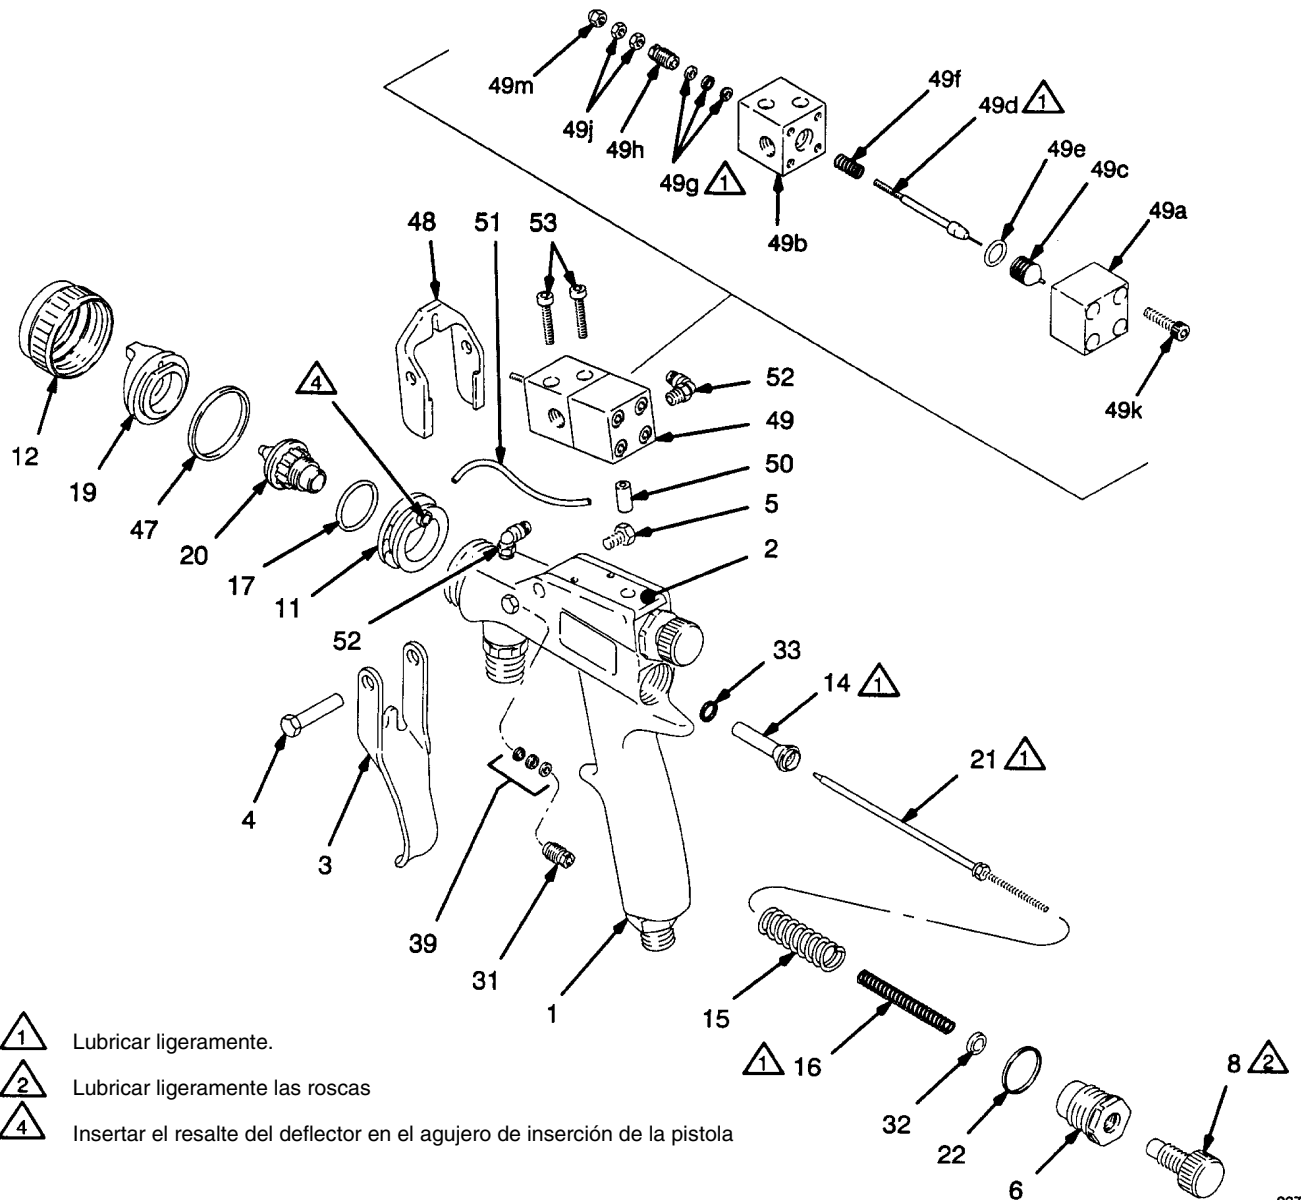

Fig. 5
12. Retirar y desmontar la válvula del producto activador (49); tener cuidado de no plegar el extremo de la aguja. Ver Fig. 5.
15. Verificar el deflector (11) para detectar trazas de daños. Si estuviere dañado, extraerlo cuidadosamente utilizando un destornillador y reemplazarlo.
16. Lubricar ligeramente las piezas indicadas en la Fig. 5 con el producto lubricante 111 - 265.